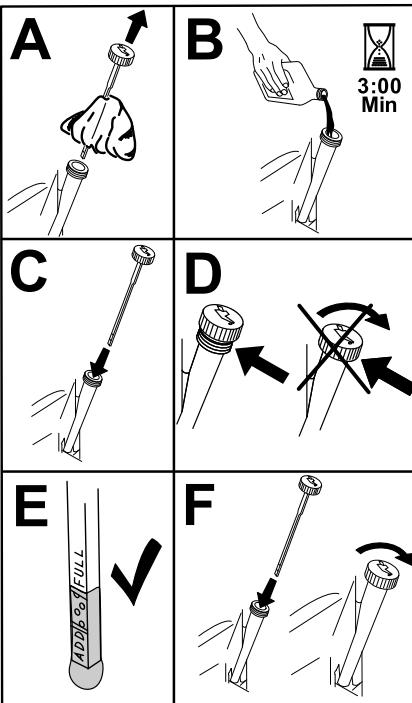

Рисунок 47
- Медленно залейте приблизительно 80% масла указанного типа через заливную горловину и затем медленно добавляйте масло, чтобы довести его уровень до отметки «Полный» (Рисунок 47).